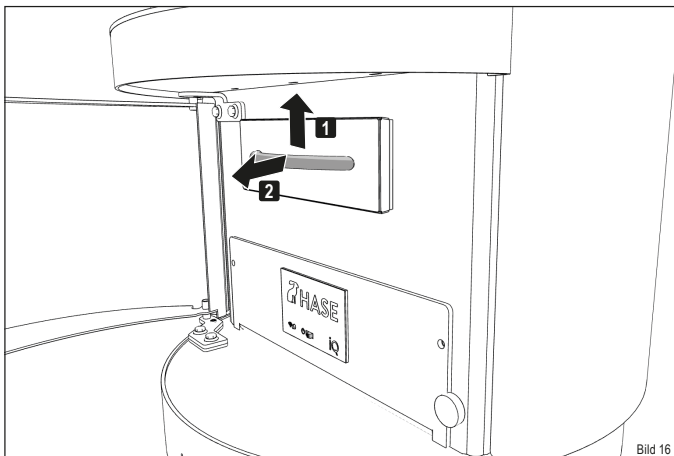

Bild 16
- ▶ Ziehen Sie den Aschebehälter am Griff aus der Öffnung heraus (Bild 16).
- Ziehen Sie den Aschebehälter am Griff aus der Öffnung heraus (Bild 16).